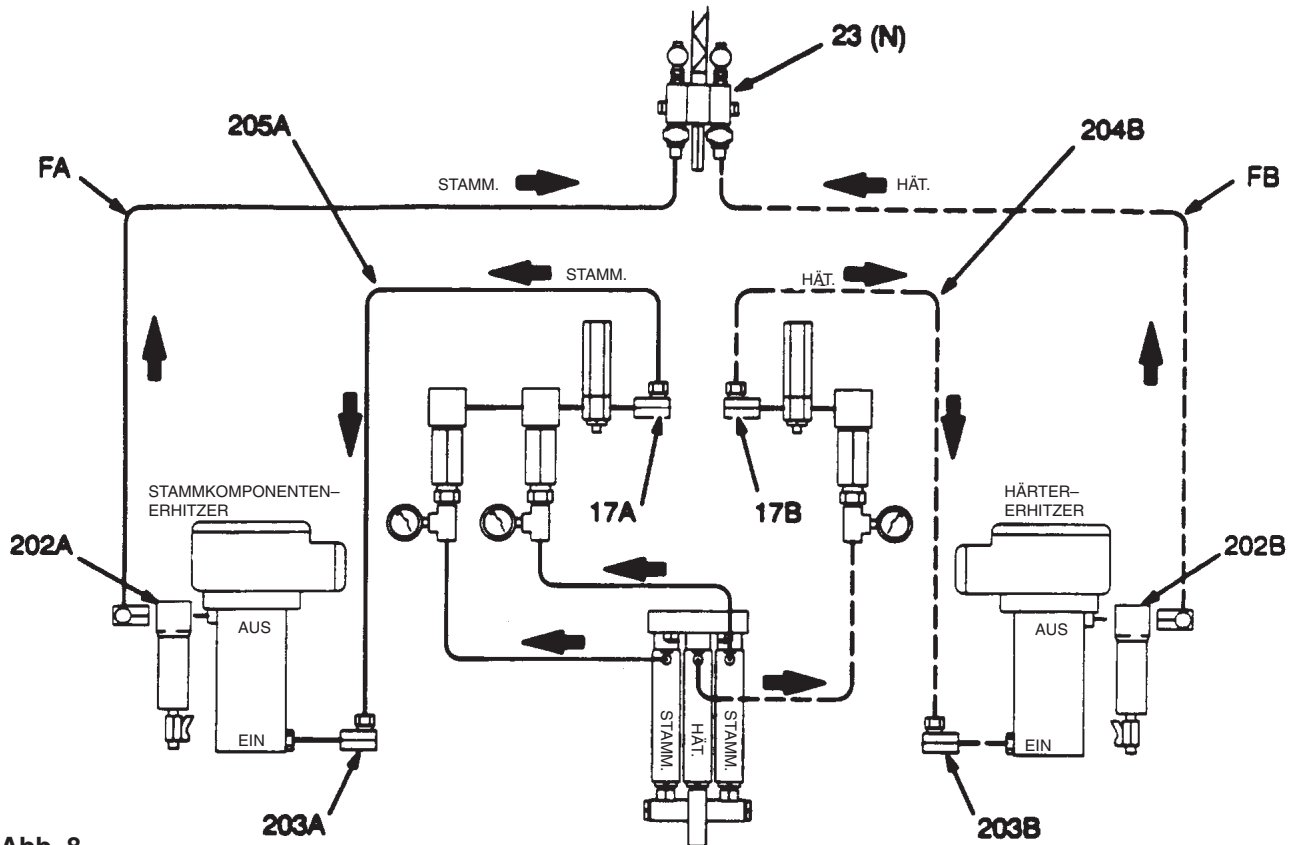

Abb. 8
Hinweis: Für die Verbindung zwischen den Erhitzer Auslassöffnungen und den Einlassöffnungen der Mischventile sind zwei Schläuche (FA, FB in Abb. 8) samt Fittings erforderlich.
1. Das Gelenk an den 90° Drehgelenknippel (17a, 17B) lösen und den Bogen (16a, 16B) an den beiden Seiten des Mischventiles abnehmen. Die 90° Drehgelenknippel (17a, 17B) so drehen, dass die Auslassöffnungen nach oben zeigen. Siehe Abb. 8 und 9.
2. Einen neuen Härter Materialschlauch (204B) zwischen der 90° Drehgelenknippel (17B) und dem Gelenk (203B) am Erhitzer Einlass installieren. Siehe Abb. 8.
3. Einen zweiten Härter Materialschlauch (FB) zwischen dem Auslassrohrbogen (202B) des Erhitzers und der Härterseite des Mischventiles (23) installieren. Siehe Abb. 8.